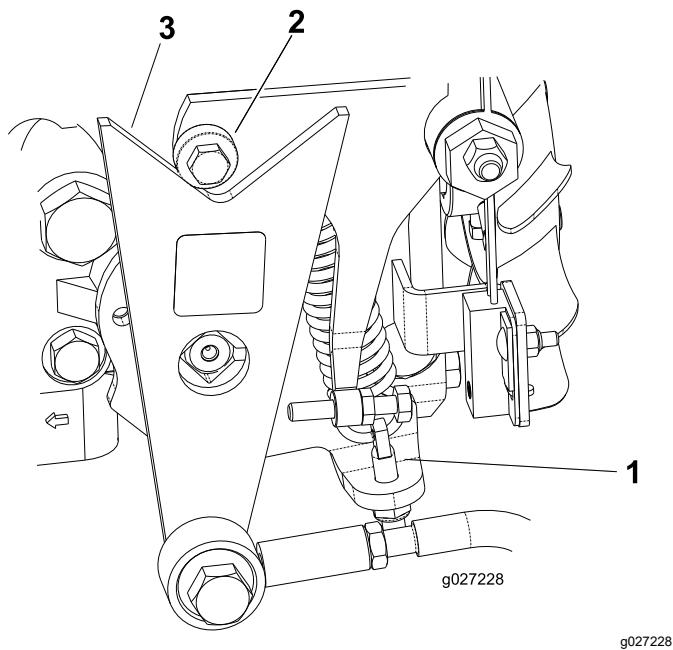

Figure 48
- Si les roues tournent dans le bon sens, arrêtez le moteur et réglez le contre-écrou de la goupille de réglage du ressort (Figure 48). Réglez le point mort de la transmission ; voir Réglage du point mort de la transmission aux roues (page 32).